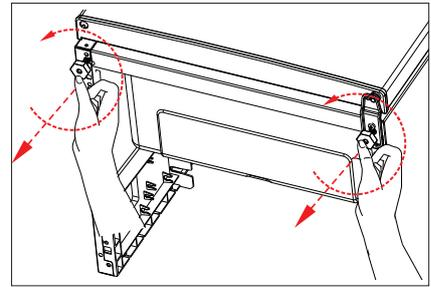

Abb. 1
- ▶ Den Temperaturregler (1) über Position 1 hinaus kurzzeitig auf Position ● drehen. Ein Klicken ist zu hören. Das Gerät schaltet ab. Ein Klicken ist zu hören. Das Gerät schaltet ab. . Ziehen Sie den Netzstecker (8) aus der Steckdose.
- ▶ Entnehmen Sie die Gefrierschubladen (9) und die Glaseinlegeböden (2/3) wie im folgenden Kapitel beschrieben.
- ▶ Drehen Sie beide Gerätefüße (7) gegen den Uhrzeigersinn heraus (Abb. 1).
- ▶ Halten Sie die Gefrierraumtür (4) geschlossen.